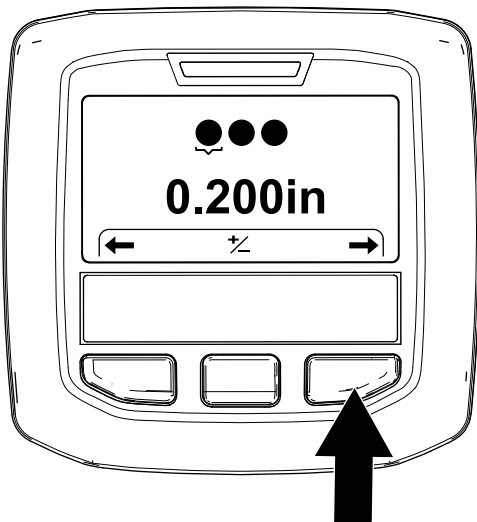

Bild 49
- Drücken Sie die rechte InfoCenter-Taste, um den Bildschirm zum „Einstellen des Tines-Durchmessers“ anzuzeigen (Bild 49).